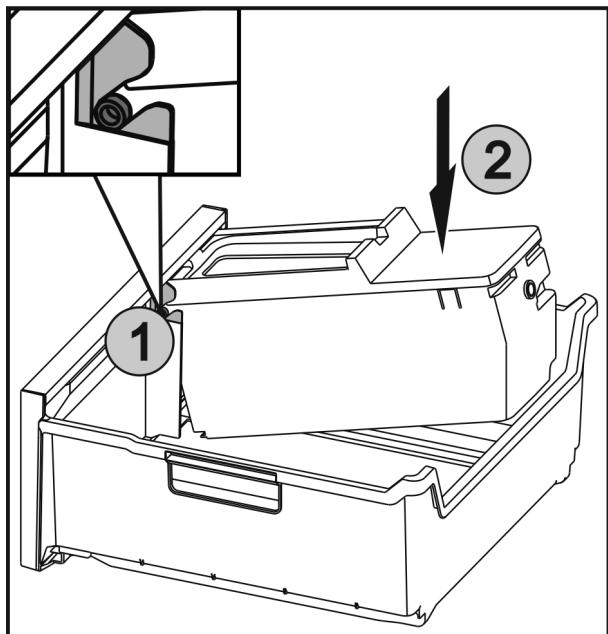

Fig. 57
- ▶ Zasuňte osi Fig. 57 (1) na EasyTwist-Ice do vedení a tlačte zadnú stranu Fig. 57 (2), kým spona nezapadne.